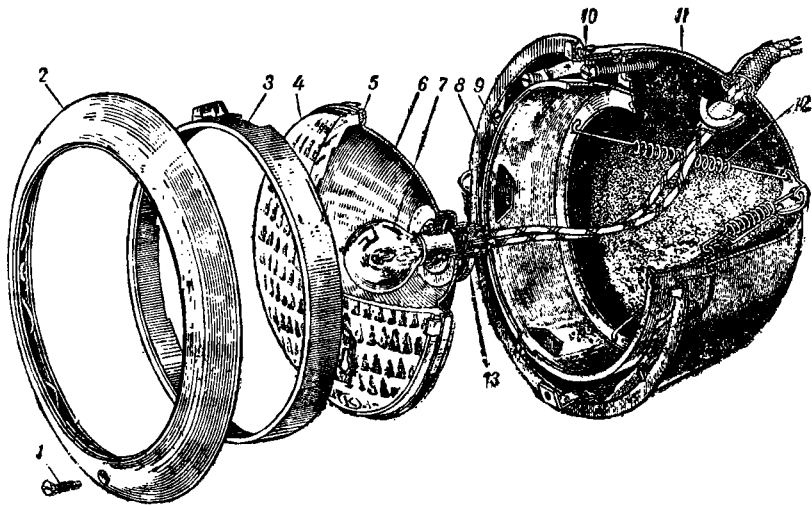

Рис. 87. Фара автомобиля ГАЗ-51.
- 1) корпуса *11* (рис. 87) с облицовочным ободком *2* и прокладкой,
Оптический элемент вместе с лампой вставляется в установочное кольцо *9* (см. рис. 87) и крепится к нему винтами, проходящими через ободок *3*.